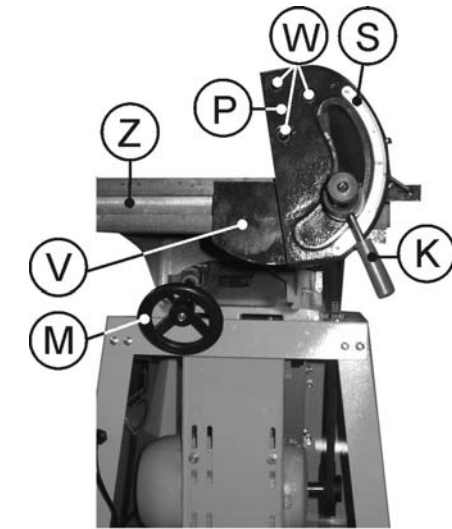

Рис.11
8.3.1. Установить опору узла направляющей планки (V) на стол подачи станка (Z) Рис.11.
8.3.2. Установить кронштейн со шкалой (S) на опору узла направляющей планки (V) и узел ручки фиксации направляющей планки (K) Рис. 11.
8.3.3. Закрепить направляющую планку (P) на кронштейне со шкалой (S) тремя болтами (W) Рис. 11.
8.4.1. Установить маховики (M) на подъемные винты регулировки высоты рабочего стола, совместив пазы маховиков и штифты винтов Рис. 11.